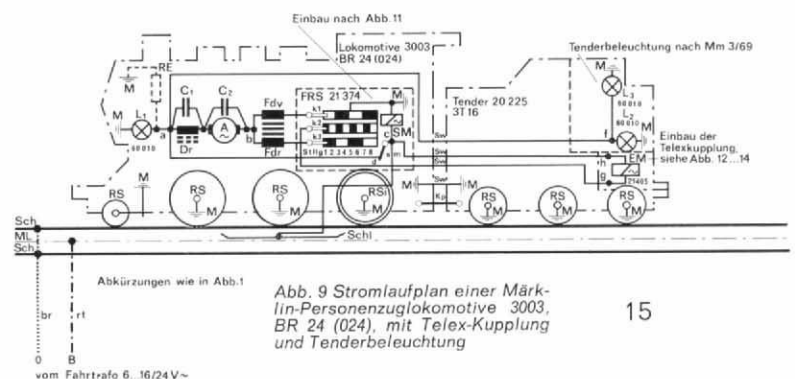
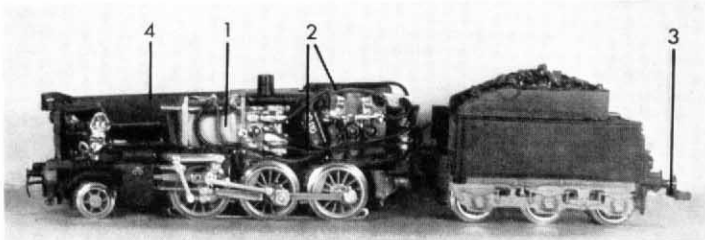

Abb. 9 Stromlaufplan einer Märklin-Personenzuglokomotive 3003, BR 24 (024), mit Telex-Kupplung und Tenderbeleuchtung
Abb. 11 Umgebaute Lokomotive BR 024 (3003), wie Abb. 10, Gehäuse abgenommen
Die Funktion der Schaltung mit Telex-Kupplung der Lokomotive 3048 (Abb. 1) gilt auch für die Lokomotive 3005, für das Modell 3003 die Abb. 9. Bauteile und Schaltpunkte sind in beiden Stromlaufplänen, Abb. 1 und 9, gleich bezeichnet. Die Masseverbindung zwischen Lokomotive und Tender ist in beiden Schaltungen für eine gute Stromrückführung der Tenderschlußbeleuchtungen nötig. Dadurch wird ein Flackern der Lampen vermieden. U. U. kann sich der Abrieb der Haftreifen des hinteren Treibradsatzes auf der Lauffläche der Tenderräder ablagern und auf diese Weise die Übergangswiderstände zwischen Rad und Schiene erhöhen. Die folgenden Stromläufe sollen dem besseren Verständnis dienen:
(Abb. 9 ... 14)
- 5.1 Die Abb. 9 zeigt die Schaltung der mit einer Telex-Kupplung nachgerüsteten Personenzuglokomotive 3003 mit dem 3achsigen Schlepptender. Der Umbau dieser Lokomotive ist schwieriger als der der BR 01 (001) und BR 23 (023), weil der Platz für den Telex-Fahrtrichtungsschalter und die Verdrahtung begrenzt ist. Überdies müssen die Telex-Magnetspule und die Kupplungsteile berührungssicher in richtiger Höhe im Tender zwischen dem hinteren Tenderradsatz untergebracht werden.
5.3 Nachdem der Tender ausgehängt und das Lokomotivgehäuse vom Fahrgestell gelöst ist, wird die Verdrahtung entlötet und der Fahrtrichtungsschalter 20 824 durch einen mit Telex-Schaltwalze (21 374) ersetzt. Die Lokomotive ist nach der Schaltung in Abb. 9 zu verdrahten. Die Anordnung der Bauteile und Schaltdrähte zeigt die Abb. 11. Die Drahtenden am Fahrtrichtungsschalter sind flach anzulöten und die Drähte nach dieser Abb. zu ordnen. Ein Klemmen der Teile des Fahrtrichtungsschalters und der Drähte wird dadurch beim Aufsetzen des Gehäuses vermieden.
5.45 Eine Tenderschlußbeleuchtung ist - etwa nach Mm 3/1969, Seite 16 ... 17 - einzubauen und nach Abb. 9 zu verdrahten. L2 führt über den Telex-Magnet.
5.46 Die Anschlußdrähte des Tenders, des Telex-Magneten, der Beleuchtung und der Masse werden durch 2 Bohrungen von 2,5 mm Ø im Tendaraufbau nach Abb. 11 zum Führerhaus der Lok geführt und angeschlossen.